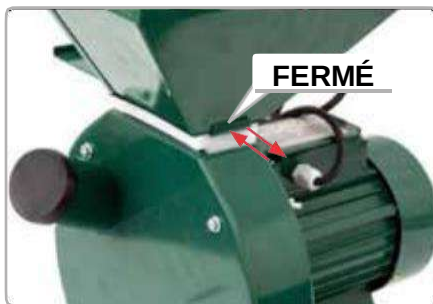

Fig.9
- Ajuster la lame de réglage du débit (10) en position FERMÉE, Fig.9 ;